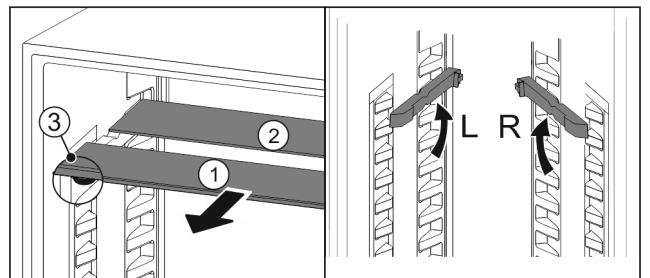

Fig. 142
- ▶ Посуньте Fig. 142 (1) скляну панель вперед.
- ▶ Скляна панель Fig. 142 (1) з декоративною планкою лежить спереду.
- ▶ Стопори Fig. 142 (3) показують вниз.